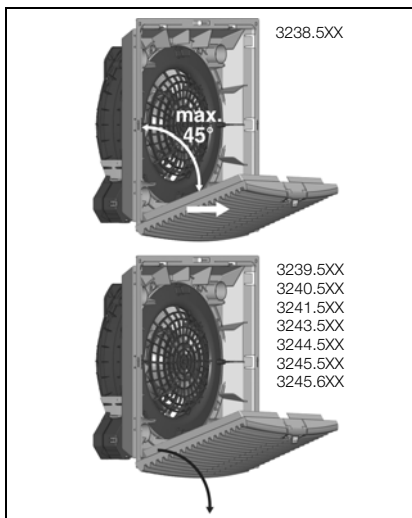

Рис. 2: Демонтаж решетки
- Для создания нижних отверстий, решетку необходимо снять, как показано на рис. 2 ниже.